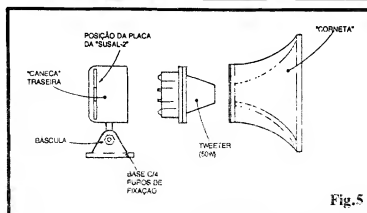

Fig. 5
- FIG. 5 - "DESMONTAGEM" E "RE-MONTAGEM" DO PROJETOR, E INSTALAÇÃO DA PLACA DA SUSAL-2. - De posse do circuito montado e contido (conforme ilustrações anteriores...), o Leitor/Hobbysta deve "desmontar" (no bom sentido...) a sua "corneta" (formada, basicamente, pela "caneça", o tweeter e o projetor, mais algumas peças estruturais, de fixação...) e desmontá-la, soltando os parafusos internos, "escondidos" dentro do projetor exponencial (são dois, visíveis junto à base do "bico" interno do projetor...).